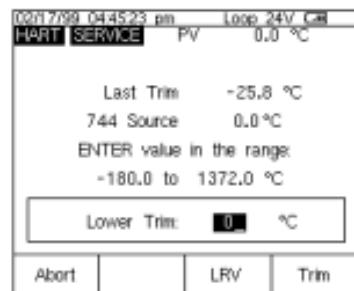

图 14
5. 如果 AS Found 测试失败(即在误差一览表中有加亮误差显示)，则需要进行调节。按 Adjust 软键。选择 Sensor Trim，并按 ENTER。选择 Perform user trim - both，并按 ENTER。744 的屏幕看起来应像图 14 所示。